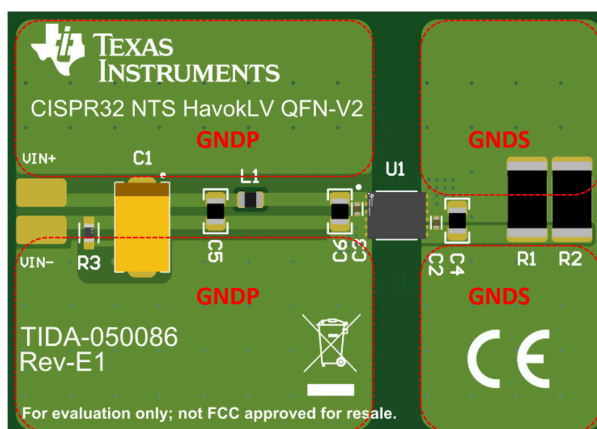

图 2-7. UCC33420 CISPR32 布局
- 由于来自集成变压器的 H 场，因此在器件两侧放置接地平面对于通过 RE 认证至关重要。这些接地平面连接到器件两侧的接地引脚时，能为开关环路提供低阻抗回流路径。此外，这些平面还可充当法拉第屏蔽层来削弱来自变压器的 H 场。PCB 组装图如图 2-7 所示。